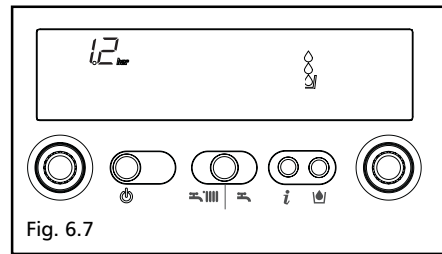

Fig. 6.7
**Info 2** visualizza la pressione di carico impianto (fig. 6.7)